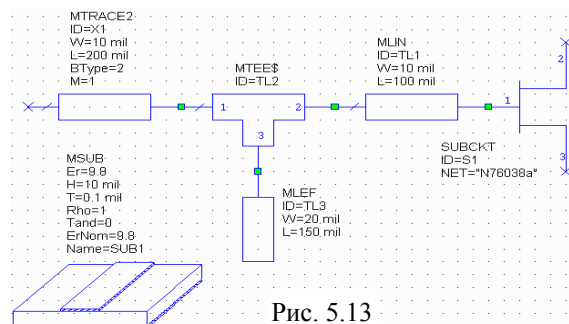

Рис. 5.13
11. Нажмите левой кнопкой мышки на модель **MSUB** и, не отпуская кнопки мышки, перетащите элемент в окно схемы, отпустите кнопку, поместите элемент, как показано на рис.5.13 и щёлкните левой кнопкой мышки, чтобы зафиксировать.